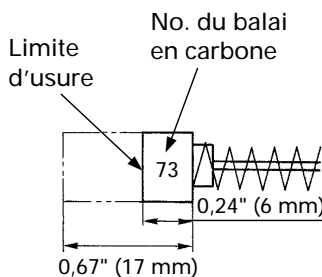

Fig. 5
3. Contrôle des balais en carbone (Fig. 5)
REMARQUE: Utiliser le balai en carbone HITACHI No. 73 indiqué sur la figure 5.